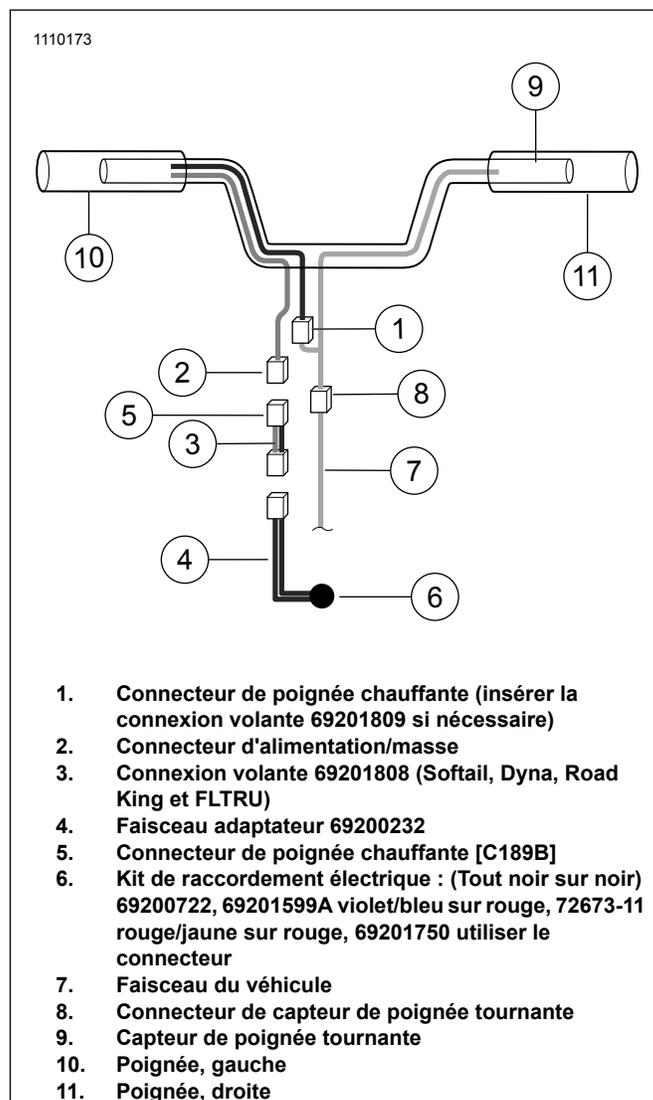

Figure 10. Connexions électriques
3. Voir la figure 10. Connecter le fil d'interconnexion de la poignée chauffante (1) à la poignée gauche.
5. Voir la figure 10. Connecter le fil d'alimentation/masse de la poignée chauffante (2) depuis la poignée gauche.
8. Dénuder les fils et épisser sur le faisceau de connexion électrique (7).
4. Brancher la connexion volante (3), 20 po rouge/noir, du kit au connecteur d'alimentation/masse (2) de la poignée gauche.
10. Achever la pose du kit de connexion électrique (6) selon les instructions du kit.
- b. Voir la figure 10. Connecteur Mate 2 voies depuis la poignée chauffante (2) au connecteur 2 voies de 69201750 derrière le phare.
- c. Ajouter une connexion volante (3) si la longueur n'est pas suffisante.
7. Couper la connexion volante (4) à une longueur suffisante pour épisser dans le kit (6).